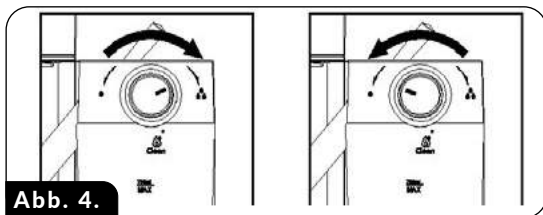

Abb. 4.
HINWEIS! Bevor Sie einen CAPPUCINO zubereiten, stellen Sie die Milchschaummenge nach Ihren Wünschen ein, indem Sie den Dosierknopf (23) im Uhrzeigersinn drehen, um mehr Schaum zu erhalten, oder gegen den Uhrzeigersinn, um weniger Schaum zu erhalten (Abb. 4). Die Intensität des Schaums kann auch während des Schaumprozesses eingestellt werden.
HINWEIS! Bevor Sie einen LATTE zubereiten, stellen Sie die Milchschaummenge nach Ihren Wünschen ein, indem Sie den Dosierknopf (23) im Uhrzeigersinn drehen, um mehr Schaum zu erhalten, oder gegen den Uhrzeigersinn, um weniger Schaum zu erhalten (Abb. 4). Die Intensität des Schaums kann auch während des Schaumprozesses eingestellt werden.
1. Den ausgewählten Siebeinsatz (13) in den Siebträger (10) einsetzen, mit Kaffee füllen und den Siebträger in die Kaffeemaschine einsetzen.
2. Überprüfen Sie, ob im Wasserbehälter (15) genügend Wasser und im Milchbehälter (19) genügend Milch vorhanden ist.